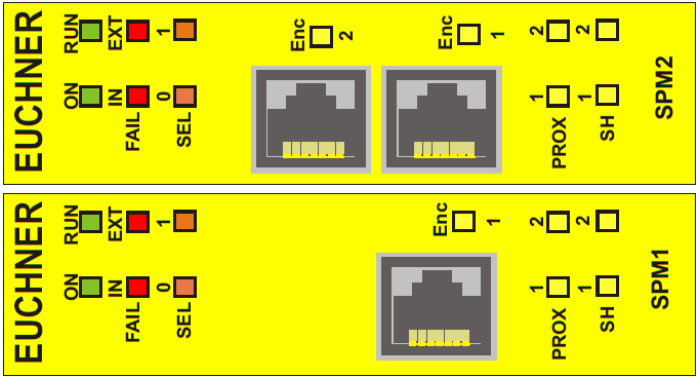

Fig. 43:
8.4.13. Módulos SPM0/SPM1/SPM2 (Fig. 43)